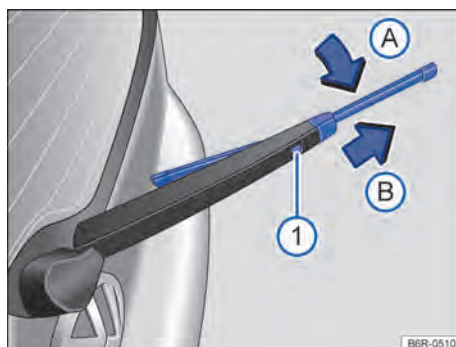

Fig. 105 Substituir a palheta do limpador do vidro traseiro.
- Manter o botão de destravamento → Fig. 105 ① pressionado.
- Virar a palheta do limpador do vidro na direção do braço do limpador → Fig. 105 (seta A) e, ao mesmo tempo, retirar no sentido da seta B). Para isso, poderá ser necessário um esforço um pouco maior.
- Introduzir a nova palheta do limpador do vidro traseiro **de mesmo tamanho e modelo** no braço do limpador do vidro traseiro no sentido contrário da seta → Fig. 105 B) até que ela se trave. Para isso o braço do limpador deve estar na posição rebaixada (seta A).